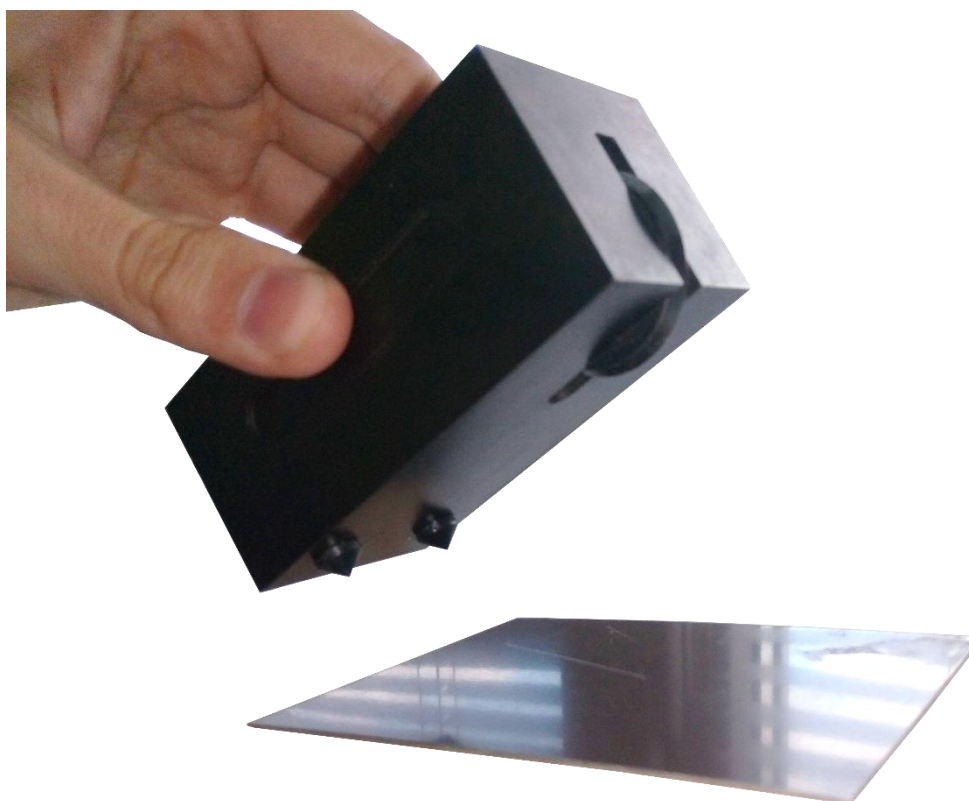

Рисунок 2.3 – Снятие твердомера с образца
4. Плавно снять прибор с образца, сначала отрывая от поверхности индентор, а затем опоры (рис. 2.3).